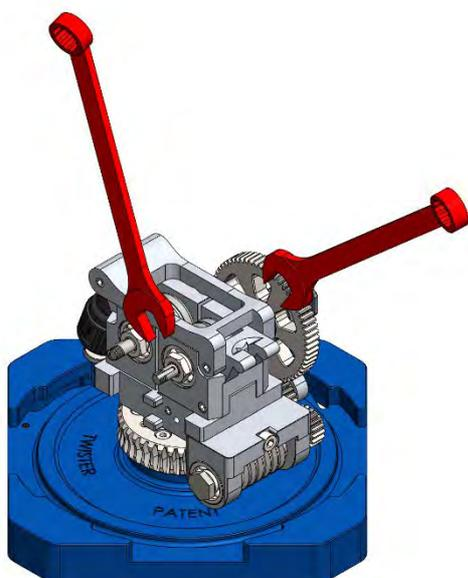

Figura 45
7. A questo punto è possibile il montaggio delle due ruote di contatto scelte tra i modelli disponibili. Le ruote di contatto sono dotate di una banda di colore più chiaro posta su un lato. Durante il montaggio assicurarsi che la banda di ciascuna delle due ruote sia rivolta verso la ruota motrice. Figura 45 e 46;